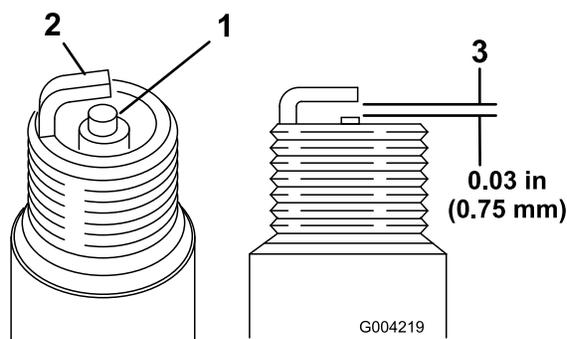

Рисунок 50
1. Осмотрите середину обеих свечей зажигания (Рисунок 50). Если на изоляторе замечен светло-коричневый или серый налет, то двигатель работает должным образом. Черный налет на изоляторе обычно означает, что загрязнен воздухоочиститель.
2. Проверьте зазор между центральным и боковым электродами (Рисунок 50).
3. Если зазор неправильный, отогните боковой электрод (Рисунок 50).